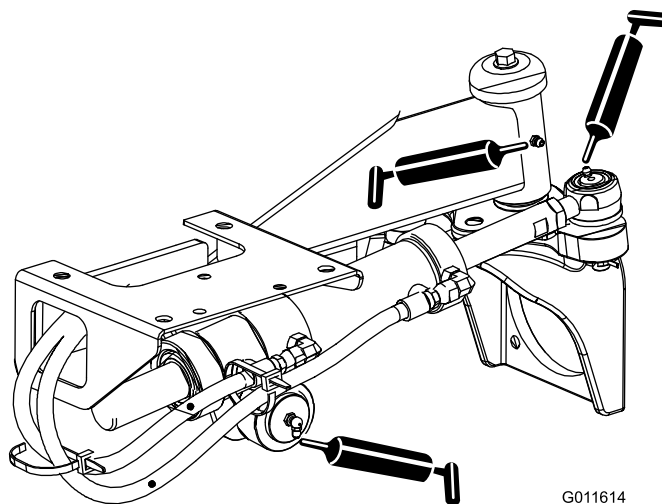

Figure 33
- Rotules de vérin de direction (2) et essieu arrière (1) (Figure 33)